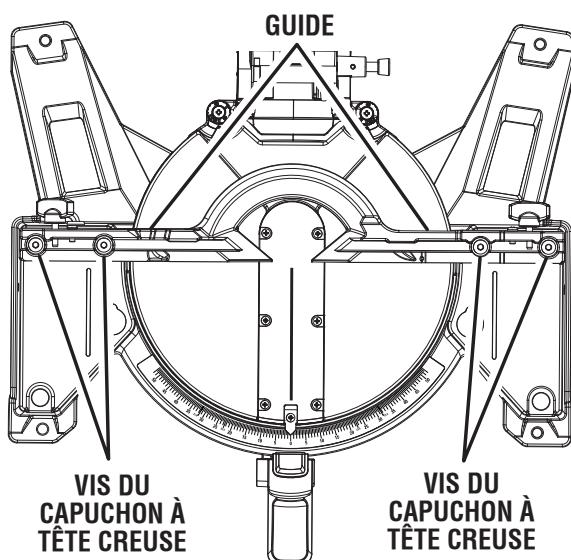

Fig. 18
- À l'aide de la clé hex. de 5 mm fournie, dévisser les vis à tête creuses du guide d'onglet fixant le guide longitudinal à la table à onglets. *Voir la figure 18.*